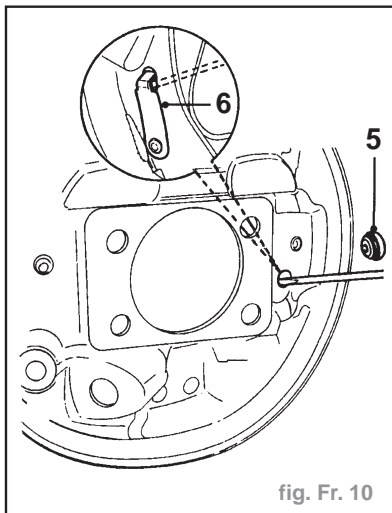

fig. Fr. 10
- Enlever la virole en caoutchouc (5) de l'arrière du flasque (fig. Fr. 10).
- A l'aide d'un tournevis à lame plate, dégager la butée (6) du levier de frein à main pour augmenter le jeu entre le segment et le tambour.